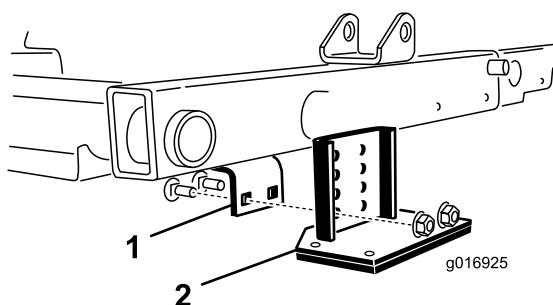

Figura 40
2. Individuate la staffa sul telaio, sopra l'apparato di taglio centrale (Figura 40).
3. Premendo verso il basso il rullo anteriore dell'apparato di taglio centrale, individuate quali fori della staffa di inclinazione si allineano ai fori della staffa portante sul telaio in modo da ottenere lo stesso contatto con il rullo anche quando è montata la staffa di inclinazione (Figura 40).
4. Abbassate gli apparati di taglio e montate la staffa di inclinazione sul telaio con i 2 bulloni a testa tonda e i 2 dadi in dotazione con il kit (Figura 40).